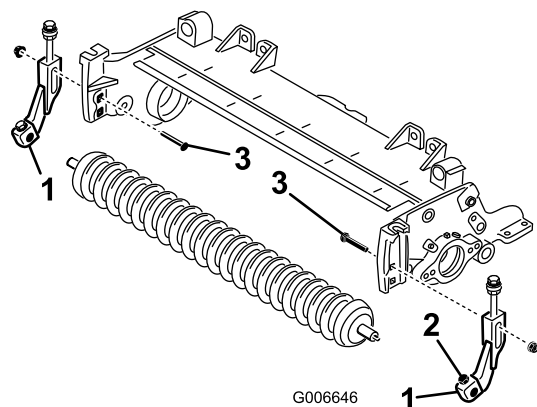

图5
注意： 如 图5 所示放置剪草高度支架。
9. 选择每个侧板上方的方形孔，使用先前拆下的车身螺栓和 2 个新的凸缘螺母（3/8 英寸），将剪草高度支架宽松地安装到滚刀组侧板上，位置如图 图5 所示。
11. 将滚筒放在剪草高度支架的中心，用平头螺丝和锁紧螺母将其固定到支架上（图5）。